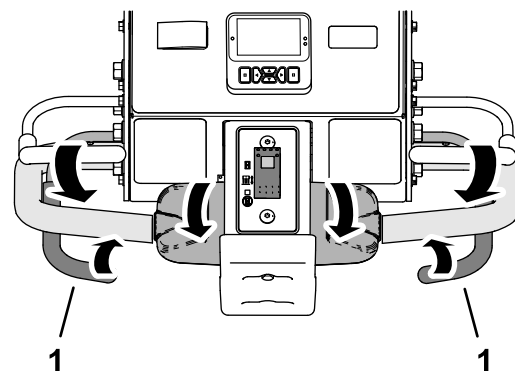

Figura 83
3. Conforme os pneus frontais rodam ao longo do perímetro da área de arejamento, aperte a pega de arejamento esquerda ou direita (Figura 83).